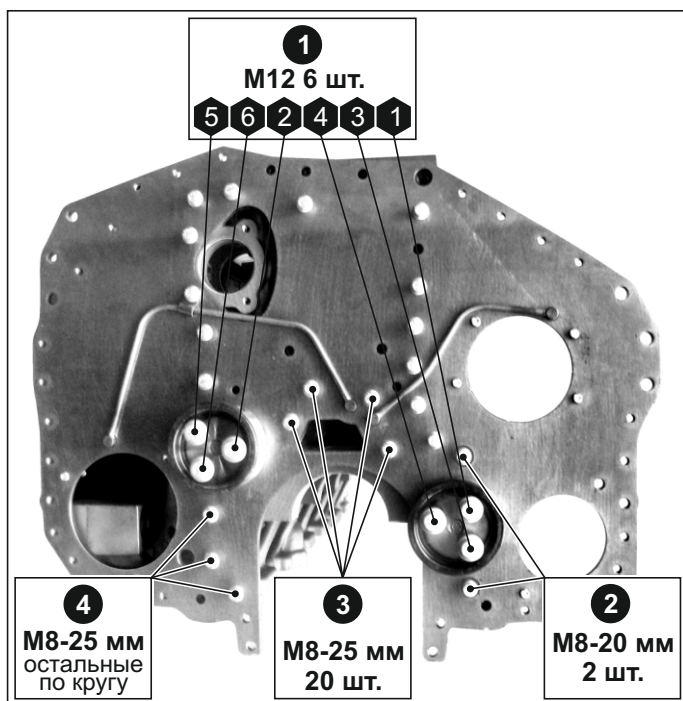

Рис. 107. Установка листа торцевого и осей шестерен промежуточных.
5. Затянуть болты крепления листа торцевого моментом  $M_{кр} = 20 \pm 4$  Нм, а болты крепления осей шестерен промежуточных моментом  $M_{кр} = 90 \pm 18$  Нм согласно порядку на Рис. 107.